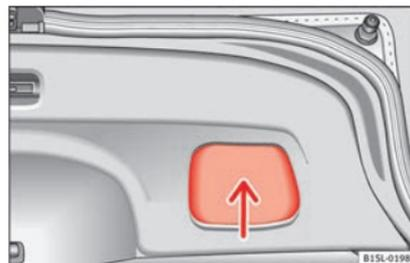

Fig. 6 Porta da mala aberta: cavidade para puxar.
- Agarre a cavidade do revestimento interior da porta da mala » **Fig. 6** (seta).